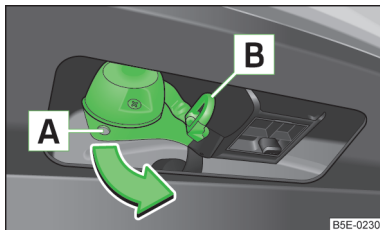

Fig. 142
- Afferrare la presa a 13 poli nell'area **A** e piegarla in direzione della freccia » fig. 142.
- Afferrare la presa a 13 poli nell'area **A** e piegarla in direzione opposta a quella della freccia » fig. 142.
L'occhiello di fissaggio **B** » fig. 142 serve a collegare il cavo a strappo del rimorchio.